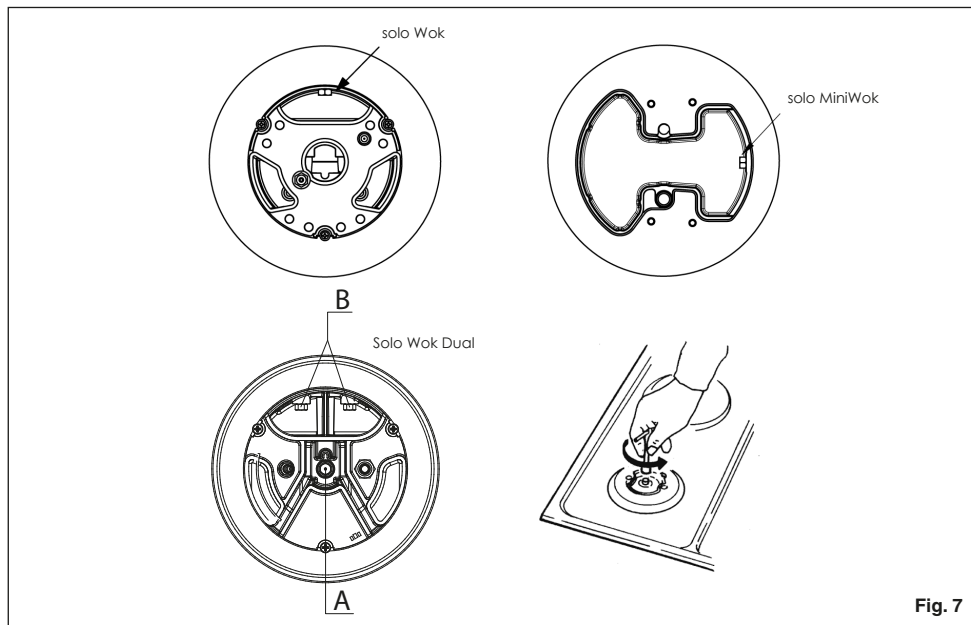

Fig. 7
Adaptación a un tipo diferente de gas (Fig. 7)
- la sustitución de los inyectores (Fig. 7) con los correspondientes al tipo de gas a utilizar (véase tabla